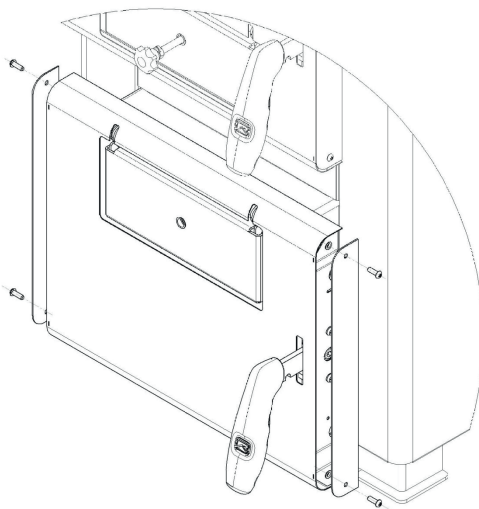

Рисунок 2
1. Демонтировать планки декора двери выкрутив винты рис. 2